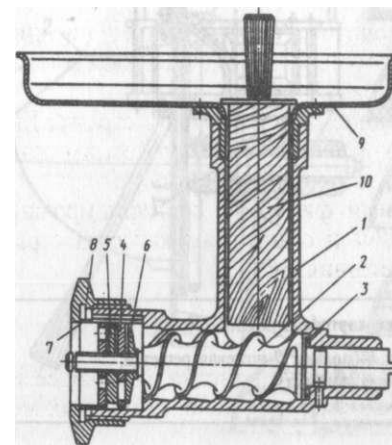

Рис. 17-2. Мясорубка МКМ-82:
**Комплект сменных исполнительных механизмов (рис. 17-2...17-9)**